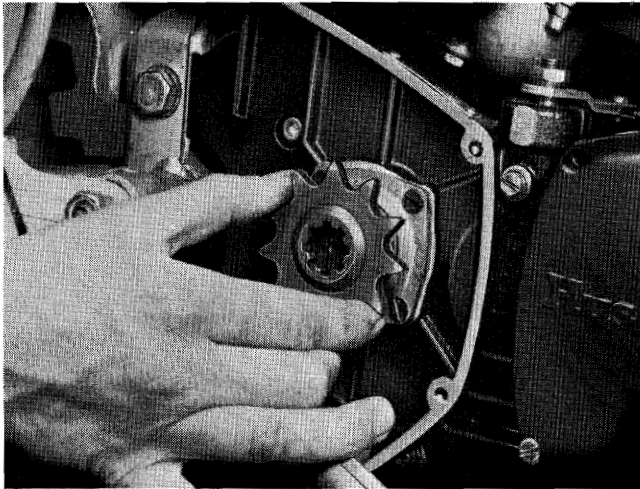

Fig. 32.2
4. Remove the sprocket. See fig. 32.2.